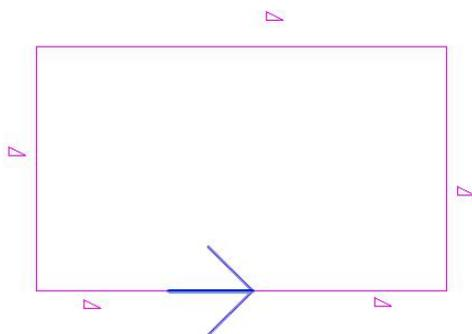

图 7-29 坡度箭头的正确放置
5) 单击“修改 | 创建迹线屋顶”选项卡下“绘制”面板种的“坡度箭头”工具，在属性选项板设置“头高度偏移值”，然后从老虎窗线段的一端到中点绘制坡度箭头（图 7-29）。